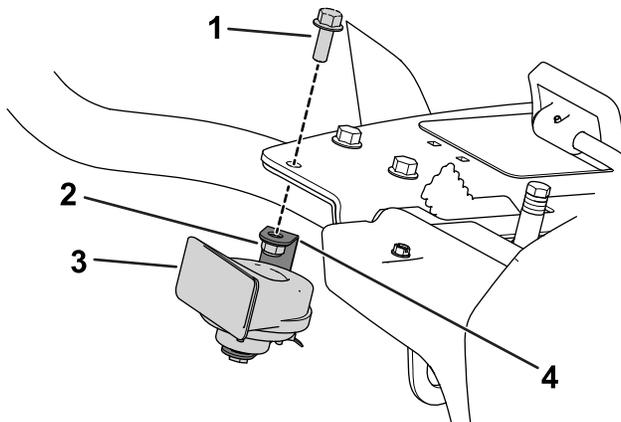

Figura 9
2. Utilice un perno de cabeza hexagonal ( $\frac{3}{8}$ " x 1") y una tuerca con arandela prensada ( $\frac{3}{8}$ ") para sujetar el claxon y el soporte del claxon al soporte de suelo derecho (Figura 9).